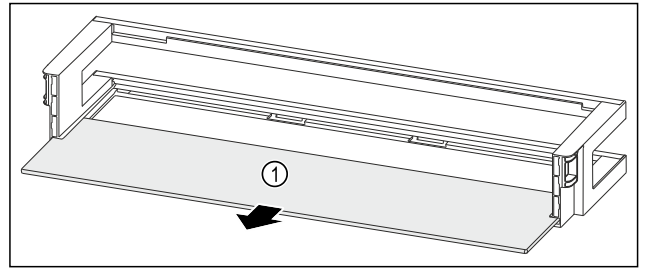

Fig. 96 Odkladací priestor vo dverách s odkladacou plochou
- ▶ Odoberte odkladaciu plochu Fig. 96 (1).